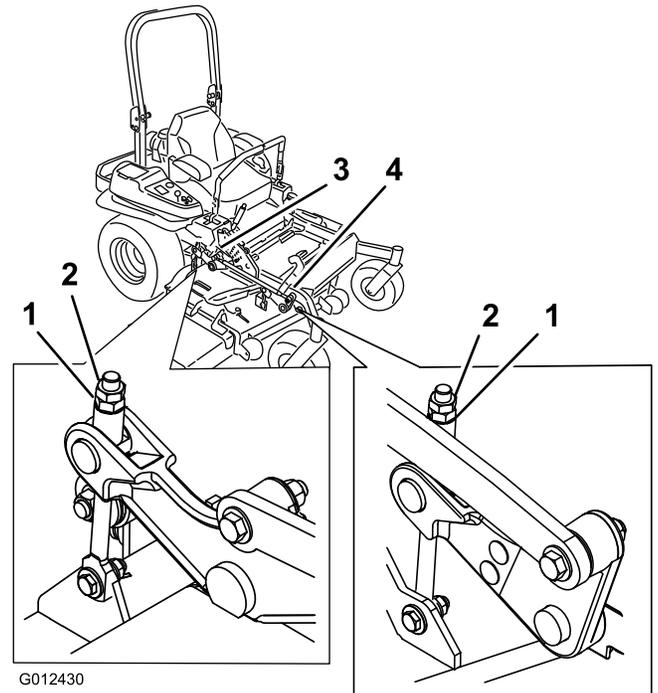

Figura 94
- 10. Mettete a punto il dado di regolazione sul gruppo di sollevamento del piatto di taglio anteriore ruotandolo (Figura 94).
16. Mettete a punto il dado di regolazione sul gruppo di sollevamento del piatto di taglio anteriore ruotandolo (Figura 94).